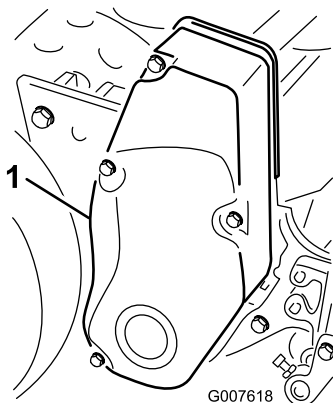

Figura 36
1. Retire a cobertura dos parafusos de montagem da correia e a cobertura da correia (**Figura 36**).